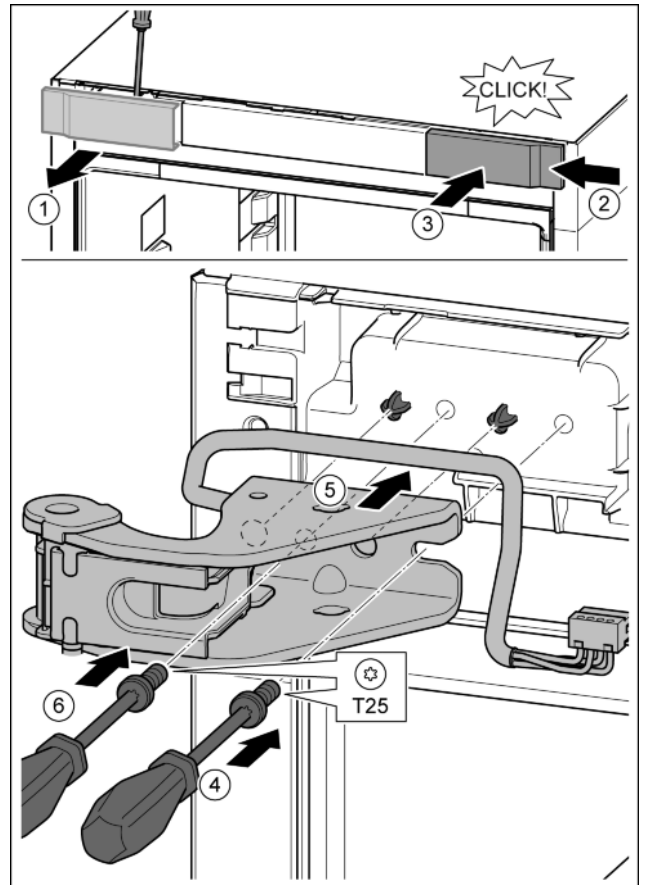

Fig. 26
- ▶ Abdeckung mit Hilfe eines Schraubendrehers lösen und seitlich abnehmen. Fig. 26 (1)
- ▶ Abdeckung um 180° gedreht auf der anderen Seite von rechts einhängen. Fig. 26 (2)
- ▶ Abdeckung einrasten. Fig. 26 (3)
- ▶ Schraube mit Schraubendreher T25 ansetzen. Fig. 26 (4)
- ▶ Oberen Lagerbock ansetzen. Fig. 26 (5)
- ▶ Schraube festdrehen. Fig. 26 (4)
- ▶ Schraube mit Schraubendreher T25 einsetzen und festdrehen. Fig. 26 (6)